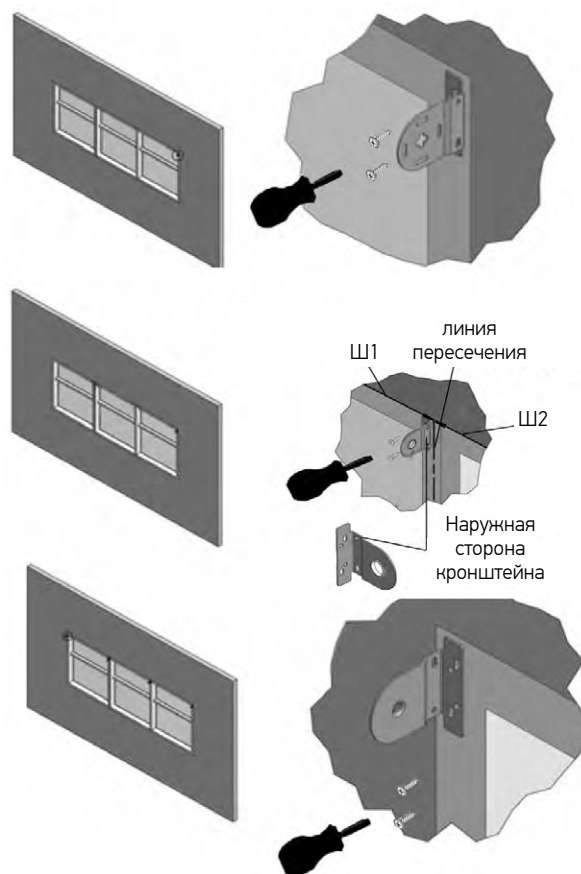

Рис. 9. Установка кронштейнов для MONO LVT
1. Разметить предполагаемые места установки кронштейнов, расстояние между которыми является шириной готового изделия. Место установки промежуточных кронштейнов необходимо разметить таким образом, чтобы их наружная сторона оказалась на линии, до которой велись измерения при замере (Рис.9).
3. Прикрутить 2 саморезами\* (при необходимости использовать дюбели\*) каждый кронштейн, начиная с правого (Рис. 9).